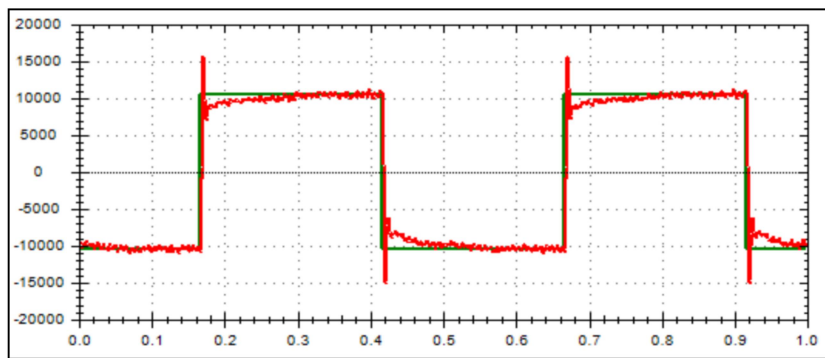

图 15-5 速度环方波激励响应波形
3. 先调整增益，使波形出现轻微超调且无明显振荡；再调整积分值，积分值不宜过大，以能够适当抑制稳态误差和振荡为宜。方波激励的最终波形应接近图 15-5 所示波形。